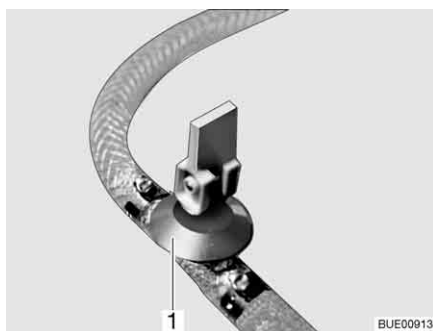
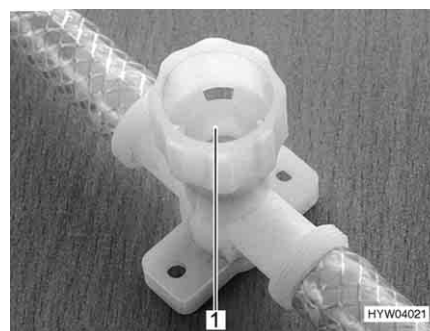

Bild 210 Avtappningskran (med vipparm)
Bild 211 Avtappningskran (med vred)
- Stäng alla avtappningskranar. Ställ för detta avtappningskranens vipparm (Bild 210,1) vågrätt eller vrid avtappningskranens kran (Bild 211,1) medurs.